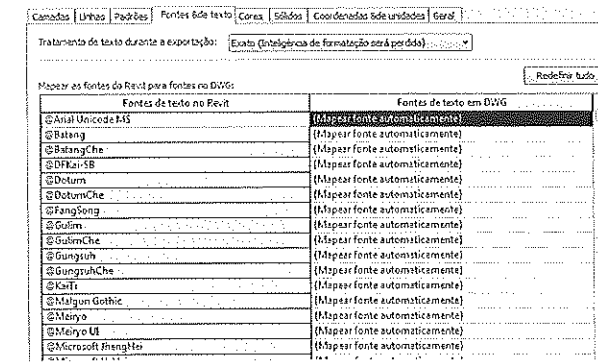

Figura 20.16 – Configuração do estilo do texto.
- **Fontes de texto:** controla o comportamento do texto na exportação. A opção padrão é exportação automática. Veja na Figura 20.16 que cada fonte do Revit está configurada para gerar no AutoCAD® uma fonte automática, mas se você clicar no botão da coluna **Fontes de texto em DWG**, pode escolher a fonte do AutoCAD® que será utilizada. Quanto à formatação, temos as seguintes opções: